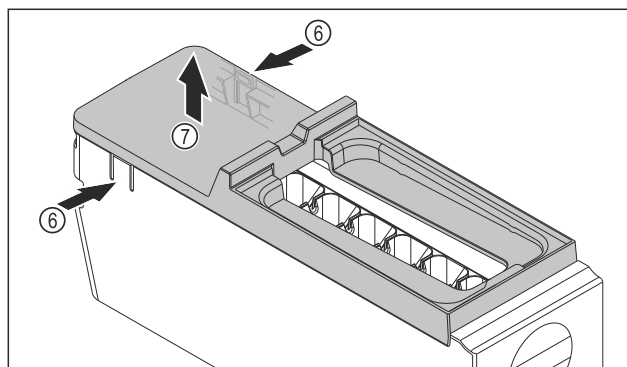

Fig. 131
- ▶ Rimuovere la copertura del corpo dell'EasyTwist-Ice: Con una mano, premere le linguette Fig. 131 (6) su entrambi i lati del corpo dell'EasyTwist-Ice.
- ▶ Con l'altra mano, estrarre verso l'alto la copertura Fig. 131 (7).